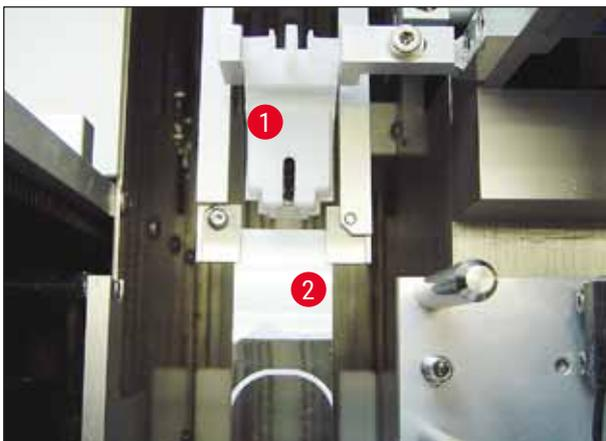

Abb. 24
1. Abschließend sicherstellen, dass weder der Greifer (→ Abb. 24-1) noch der transportierte Objektträger (→ Abb. 24-2) bei der Bewegung des Greifers mit dem Dispensernadel-Reiniger (→ Abb. 24) zusammenstößt.